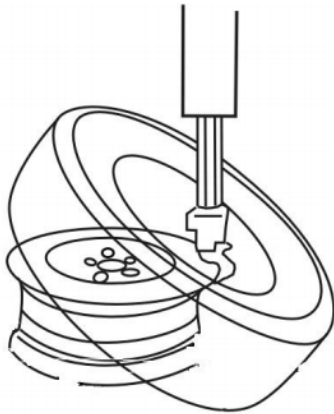

Abb.21
- Legen Sie den Wulst mit der linken Seite nach oben auf die Felge, ziehen Sie den Schwenkarm zurück und platzieren Sie ihn in seiner Arbeitsposition (siehe Abb.21).